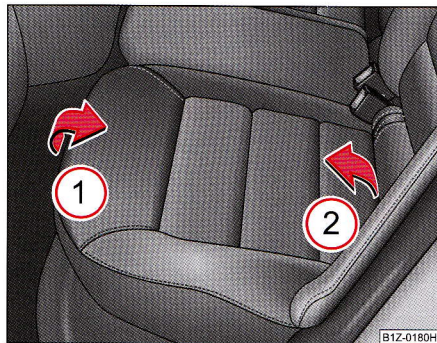

Fig. 66 Plierea
- Ridicați bancheta din spate în sensul săgeții ① și rabatați-o în față conform săgeții ② ⇒ fig. 66.